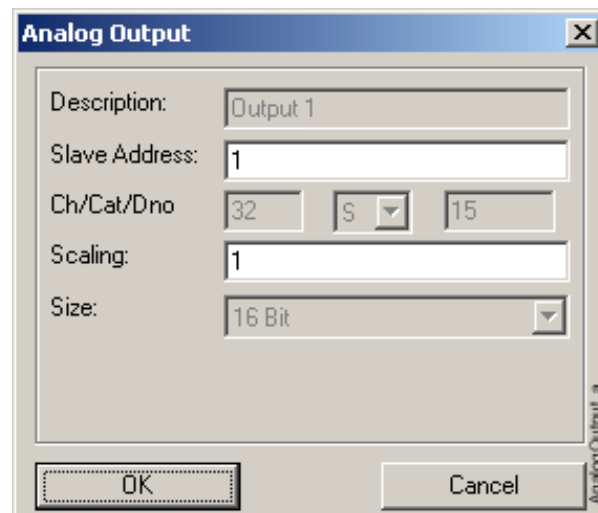

Bild 5.4.8.3.-1 Analog Output -Konfigurierungsdialo
2. Ein Dialog wird geöffnet, indem Sie die Einstellungen des spezifischen Signals modifizieren können, sehen Sie Bild 5.4.8.3.-1. Die Felder, die Sie nicht konfigurieren können, sind gedämpft.